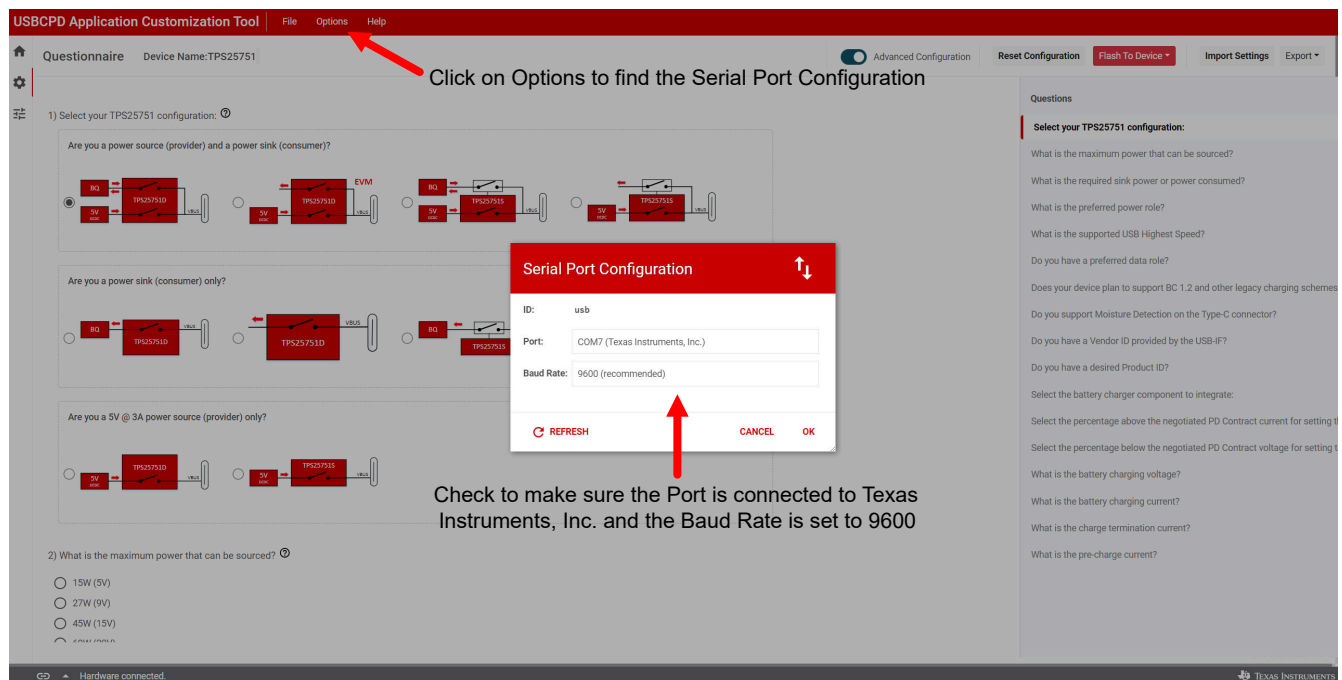

图 3-7. 串行端口配置设置
打开应用程序自定义工具并完成调查问卷，有关每个问题的详细信息，请参阅节 3.4.3。完成调查问卷且正确连接 TPS26750EVM 后，点击“Options”→“Serial Port Configuration”，确保选择正确的 COM 端口（需要在 COM 端口旁边列出德州仪器 (TI)）。有关参考，请参阅图 3-7。